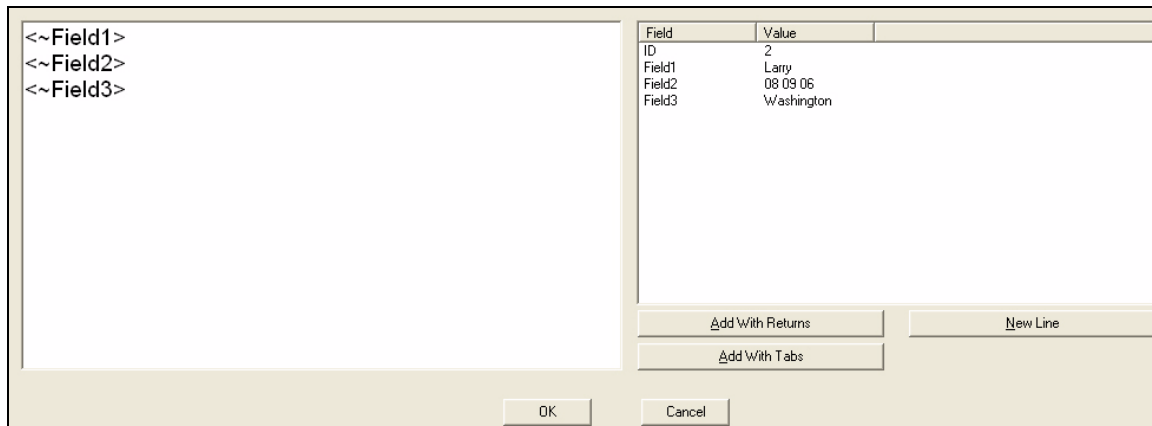

Рисунок 4-13: Выбранные поля
- 4 Двойным кликом выбрать поля базы данных из списка *Field* в правой части экрана. Эти поля переместятся в левую область (см. Рис.4-13 на стр.4-11) . Можно так же выбрать поле и кликнуть по кнопке *Add With Return* или по кнопке *Add With Tabs*.